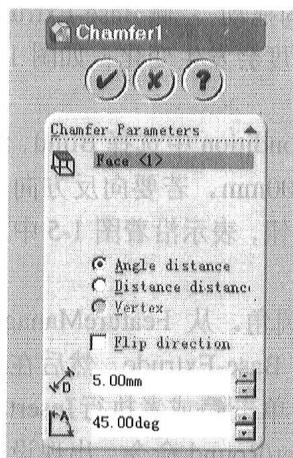

图 1-8 设置 Chamfer 参数
7. 制作倒角。从左边的工具栏中单击 或者执行 Insert → Features → Chamfer 命令, 出现设置 Chamfer 参数的选项框, 如图 1-8 所示。